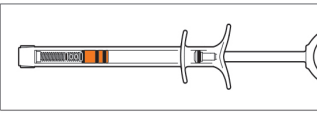

Figura 4. Émbolo en el segundo clic (en la posición más retrasada)
- d. Llene la jeringa de inflado extrayendo lentamente el émbolo hasta llegar a la **posición del segundo clic** (posición más retrasada) (figura 4).